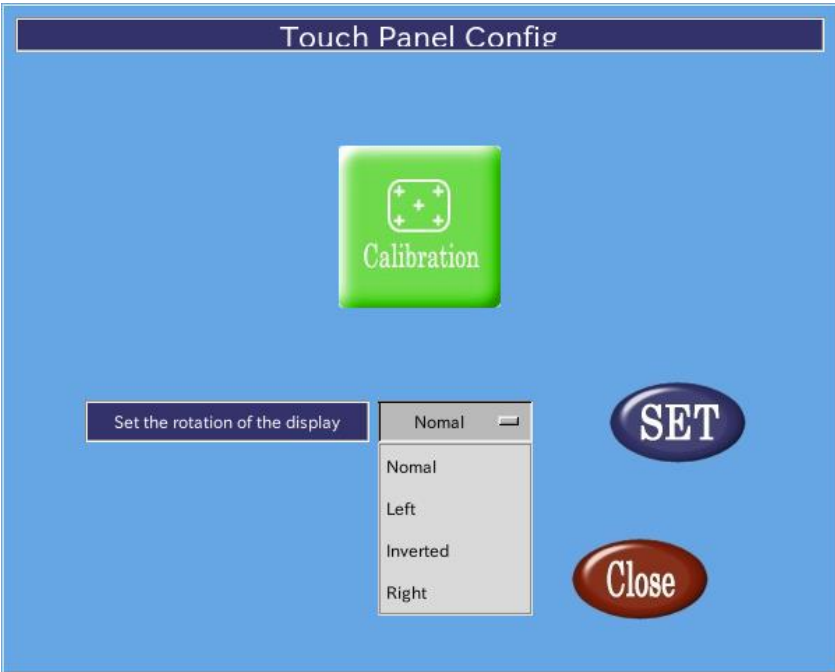

図 2-2-2-2. ディスプレイとタッチパネルの回転
- ②のコンボボックスをクリックすると、図 2-2-2-2 のように、回転方向の設定メニューが表示されます。画面の向きと設定メニューはそれぞれ表 2-2-2-1 のように対応しています。任意の向きを選択して③の[SET]ボタンを押すことで、画面が回転します。回転後、任意の位置をタッチできなくなった場合、①のキャリブレーションを行ってください。